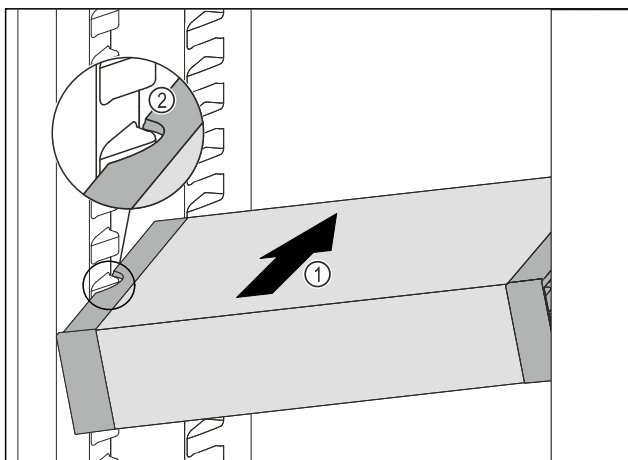

Fig. 114
- Insérer le VarioSafe en biais dans la partie réfrigérateur *Fig. 114 (1)* jusqu'à ce que les encoches latérales *Fig. 114 (2)* du VarioSafe se trouvent à la hauteur de la nervure du bac dans la partie réfrigérateur.